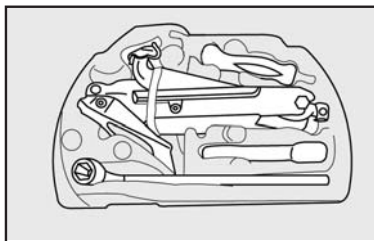

fig. 29
- Guardar as ferramentas utilizadas nos lugares específicos nos suportes fig. 29;